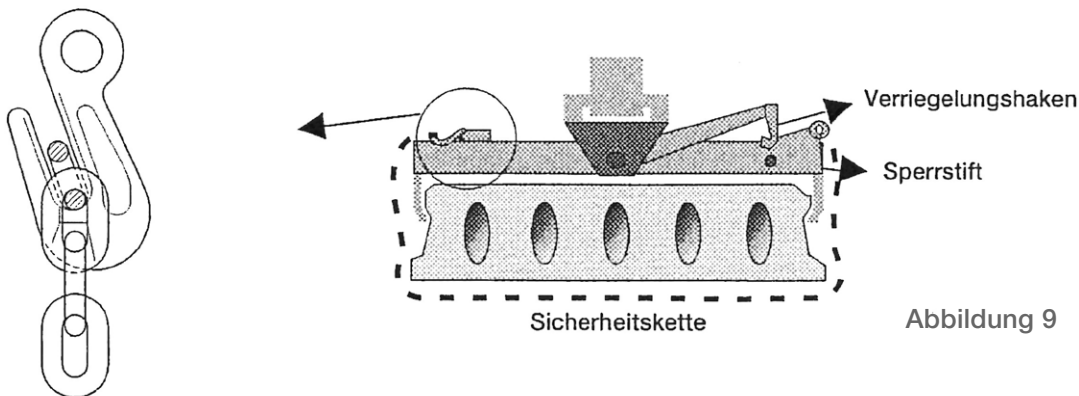

Abbildung 9
- Kette unter der Spannbetondecke anspannen und das Kettenglied quer in den Einkürzhaken einführen (s. Abb. 9).